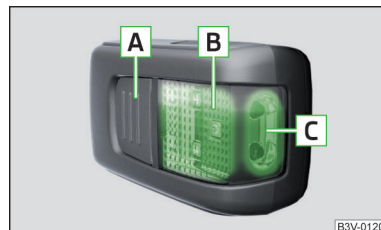

Fig. 156
Descrierea lămpii » fig. 156
- Pentru **aprinderea** lămpii scoase, apăsați butonul **A** » fig. 156. Printr-o nouă apăsare, lampa se **stinge**.
Dacă lampa nu este stinsă și așezată corect în suport, lămpile LED din partea din față a lămpii **C** » fig. 156 se sting automat.